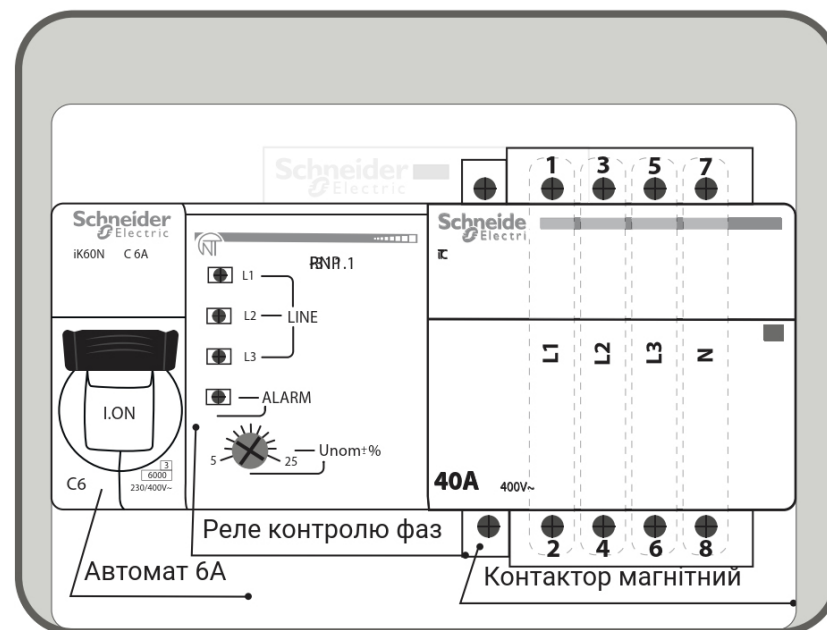

Рис. 1. Зображення БКФ
- автоматичного вимикача (Рис. 1. Автомат 6А);
- реле контролю фаз (Рис. 1. Реле контролю фаз);
положення “ON”. Блок БКФ запуситься і, якщо аварії на лінії відсутні і послідовність фаз вірна, замкне магнітний контактор, подавши напругу на навантаження. В іншому випадку реле напруги (Рис. 1: Реле контролю фаз), сповістить про несправності світодіодом “ALARM”.